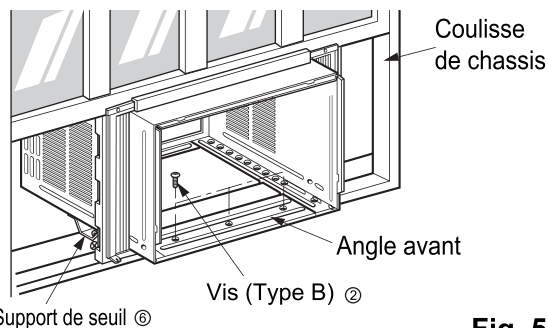

Fig. 5
6. Installez le boîtier avec une inclinaison d'environ 1,27 cm (1/2") vers l'extérieur (Voyez la fig. 5). Réglez l'écrou et le boulon des supports de seuil ⑥ de manière à équilibrer le boîtier.
7. Fixez le boîtier au rebord de fenêtre à l'aide de vis de type B ② (16 mm [5/8"] de long) passant à travers de l'angle avant du boîtier et se logeant dans le rebord de fenêtre.
8. Tirez chaque volet d'étanchéité ⑤ entièrement contre chaque coulisse de châssis et répétez l'étape 2. (Fig. 5)